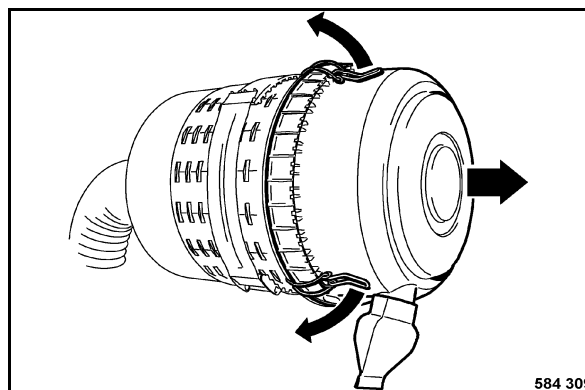

fig. 183
- Déclipser les fermetures rapides (fig. 183) et retirer le couvercle.